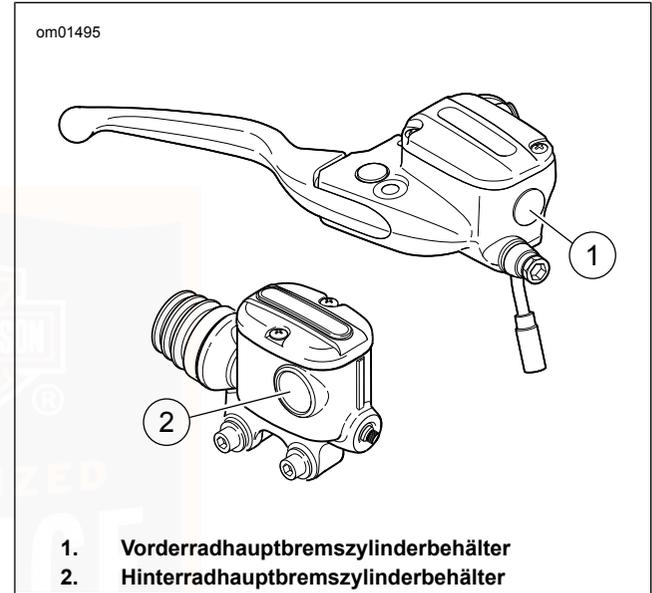

Abbildung 76. Mindestmarkierungen im Schauglas
2. Siehe Abbildung 76. Behälterschauglas prüfen. Der Füllstand muss die Mindestmarkierung auf dem Glas erreichen oder darüber liegen. Wenn der Füllstand unter der Mindestmarkierung liegt oder nicht sichtbar ist, einen Harley-Davidson-Händler aufsuchen.